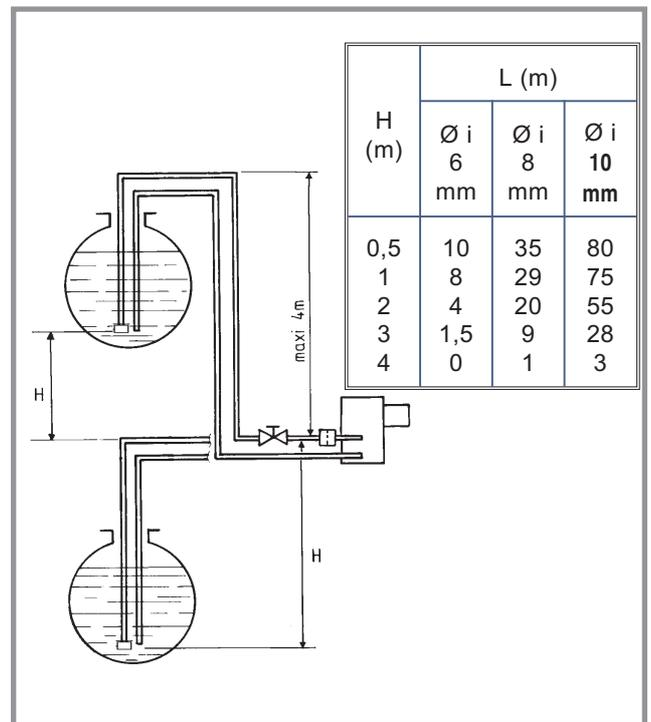
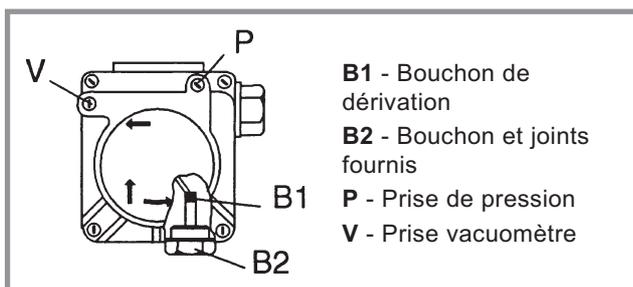
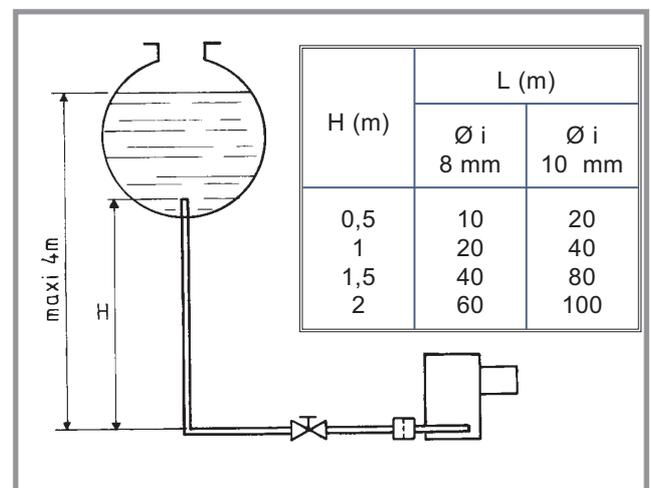

Figure 7 - Raccordement bitube
Figure 9 - Détail de la pompe
Figure 8 - Raccordement monotube en charge
**Légende (fig. 7 et fig. 8) :**
(figure. 7).
Pour ce type de raccordement (fig. 8), il est nécessaire de démonter le bouchon de dérivation B1 (fig. 9) (clé mâle de 4) et de monter le bouchon (clé mâle de 5) et son joint B2 fournis en accessoire.